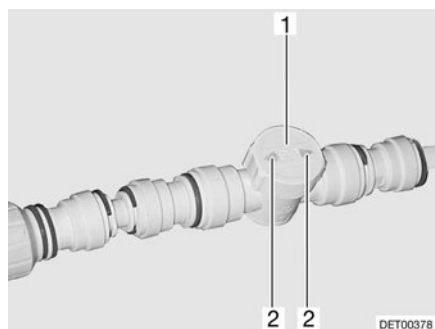

Fig. 111 Régulateur du chauffage du plancher/du réservoir d'eaux usées
- Régler le régulateur (Fig. 111,1) sur le débit désiré (débit max. = flèche (Fig. 111,2) dans le sens de la conduite).
- Tourner le régulateur (Fig. 111,1) de sorte que la flèche (Fig. 111,2) se trouve en travers de la conduite de chauffage.